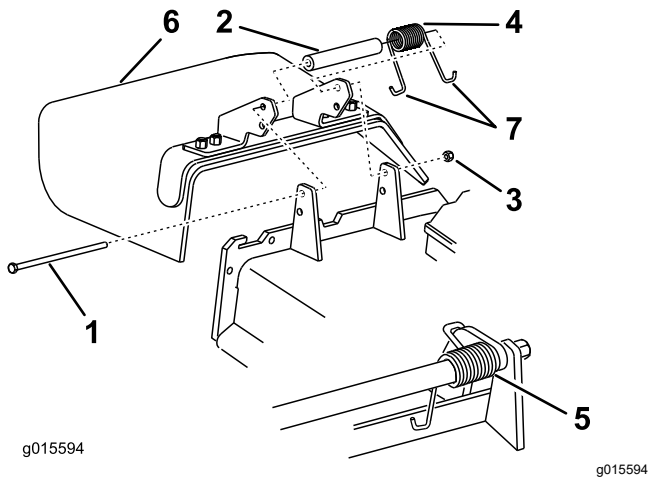

Figura 110
1. Retire la contratuerca, el perno, el muelle y el espaciador que sujetan el deflector a los soportes de pivote (Figura 110).
2. Retire el deflector de hierba dañado o desgastado (Figura 110).
Nota: Asegúrese de colocar un extremo con gancho en J del muelle detrás del reborde de la carcasa antes de instalar el perno, según se muestra en Figura 110.
6. Coloque 1 extremo en J del muelle alrededor del deflector de hierba (Figura 110).